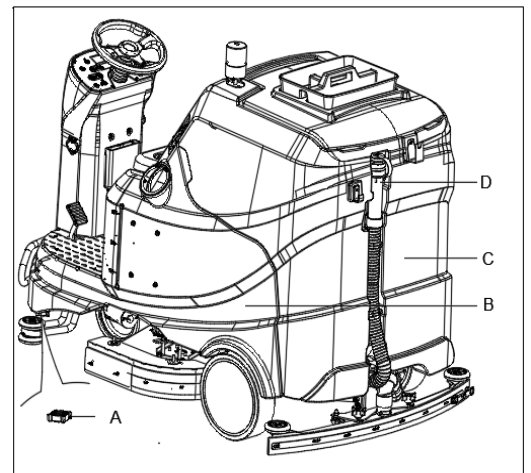

Figura 15
Cuando la pantalla multifunción (47, figura 3) muestra ERROR24 y el indicador del depósito de recogida lleno (48, figura 3) está encendido. Indica que el depósito de recogida (C, figura 15) está lleno, el motor de vacío ya no puede secar el suelo. Vacíe el depósito de recogida de la siguiente manera:
4. Vacíe el depósito de recogida con el tubo (D figura 15). Luego, enjuague el depósito (C, figura 15) con agua limpia.
1. Vacíe el depósito de solución detergente con la tapa de salida (A, figura 15). Después del uso, enjuague el depósito con agua limpia.
2. Vacíe los depósitos (B y C, figura 15) tal y como se indica en el párrafo anterior.